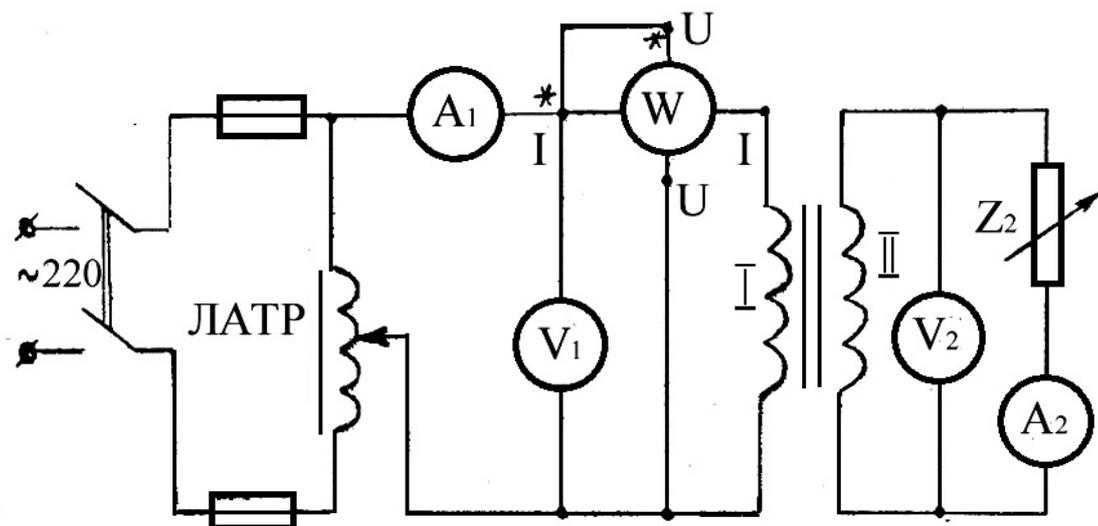

Рисунок 5.1 – Схема испытания трансформатора
2. Собрать схему испытания трансформатора рисунок 5.1.
Во вторичной цепи (рисунок 5.1) отсоединить амперметр  $A_2$  и нагрузку  $Z_2$ , оставить только вольтметр  $V_2$ . Включить схему и установить ЛАТРОм номинальное напряжение  $U_{1н}$ . Произнести замер и записать в таблицу 1.
Во вторичной цепи трансформатора соединять все приборы согласно схеме (рисунок 5.1).